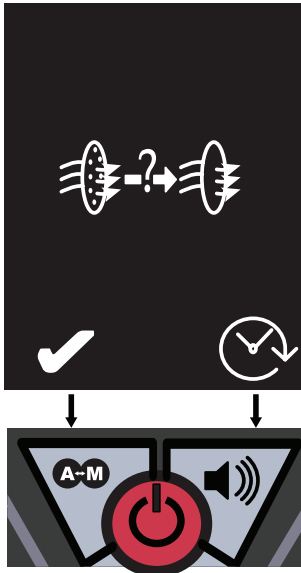

Fig. 15 : Confirmation de remplacement du filtre
- ⇒ *L'écran de confirmation de remplacement du filtre s'affiche (voir Fig. 15).*